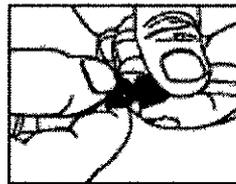

Figura 20
2. Desconectar el cierre luer azul del tubo de entrada situado debajo de la válvula unidireccional (figura 20).